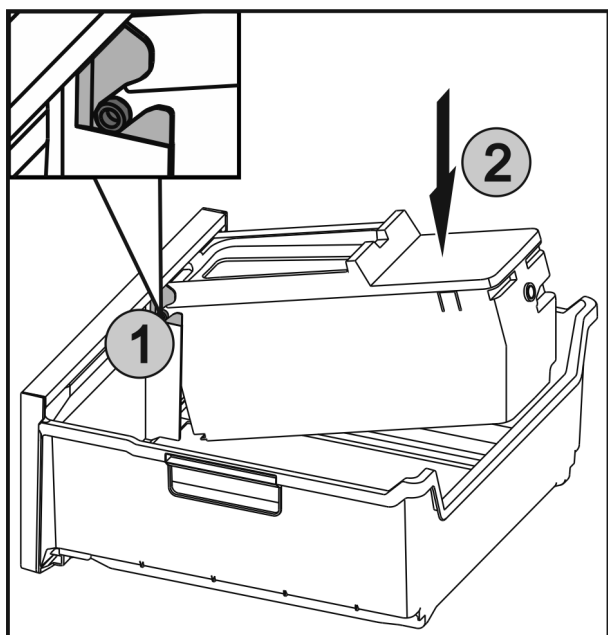

Fig. 54
- ▶ Вставить оси Fig. 54 (1) на EasyTwist-Ice в направляющие и вдавить заднюю сторону Fig. 54 (2) до фиксации наклейки.